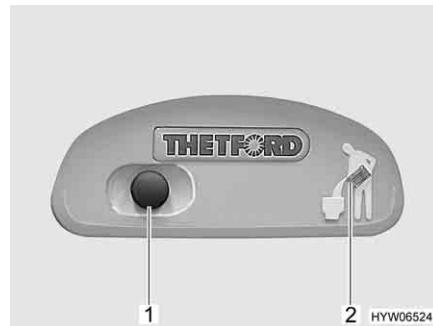
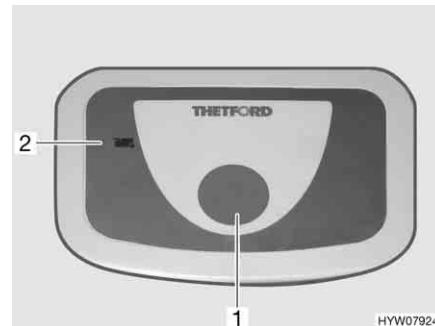

Fig. 181 Pulsante dello sciacquone/spia di controllo toilette Thetford
Fig. 182 Pulsante dello sciacquone/spia di controllo toilette Thetford (alternativa)
- Per sciacquare premere il pulsante blu (Fig. 181,1 o Fig. 182,1).
La spia di controllo (Fig. 181,2 o Fig. 182,2) è accesa quando il serbatoio fiscale deve essere svuotato.